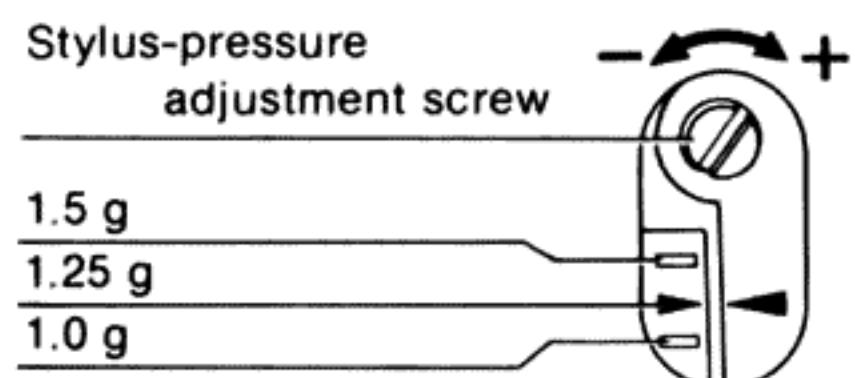

Fig. 11
### Adjustment for the stylus pressure (See Fig. 11.)
(Siehe Abb. 11.)
**Mettre au point la force verticale d'appui de la pointe de lecture dans les cas suivants. (Voir Fig. 11)**